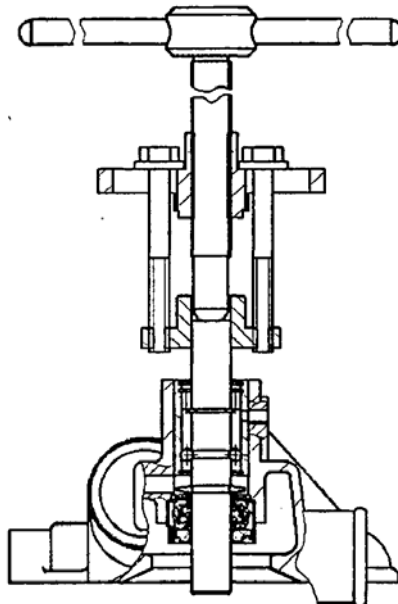

Рисунок 42 – Снятие ступицы
- съемником снять ступицу (рисунок 42);